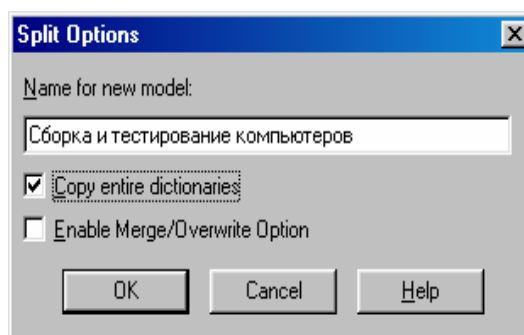

Рисунок 7.2 – Диалоговое окно *Split Option*
2. В диалоге *Split Option* (Опции разделения) внесите имя новой модели "Сборка и тестирование компьютеров", установите опции, как на рисунке, и щелкните по кнопке **OK** (рисунок 7.2).